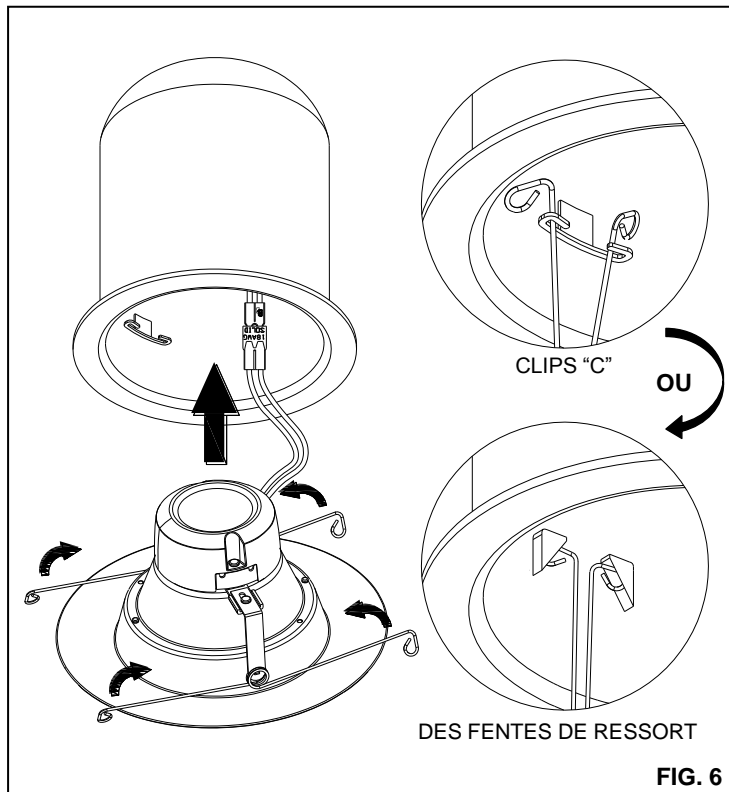

FIG. 6
4. Si vous utilisez des RESSORTS DE TORSION, serrez les deux pattes à RESSORTS DE TORSION l'une contre l'autre et insérez-les dans les FENTES DE RESSORT DE TORSION (ou SUPPORTS DE RÉCEPTION) du BOÎTIER. **(FIG. 6)**
2. Si vous utilisez des RESSORTS DE TORSION, serrez les deux pattes à RESSORTS DE TORSION l'une contre l'autre et insérez-les dans les FENTES DE RESSORT DE TORSION (ou SUPPORTS DE RÉCEPTION) du BOÎTIER. **(FIG. 6)**